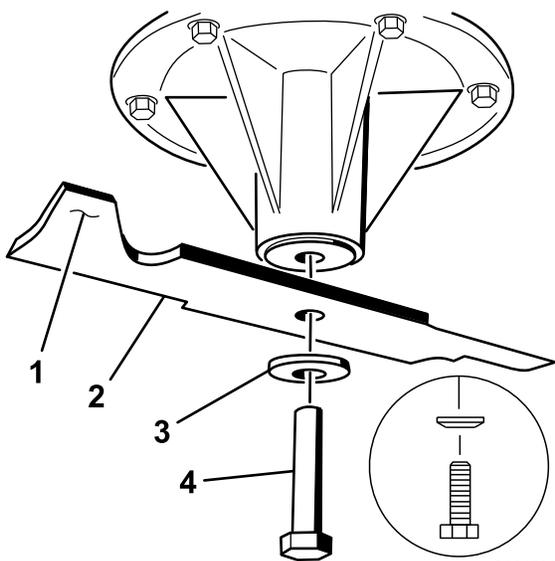

Figura 92
2. Instale a lâmina no eixo (Figura 92).
3. Instale a anilha curva e o parafuso da lâmina (Figura 92).
Nota: O cone da anilha curva deve ser montado virado para a cabeça do parafuso (Figura 92).